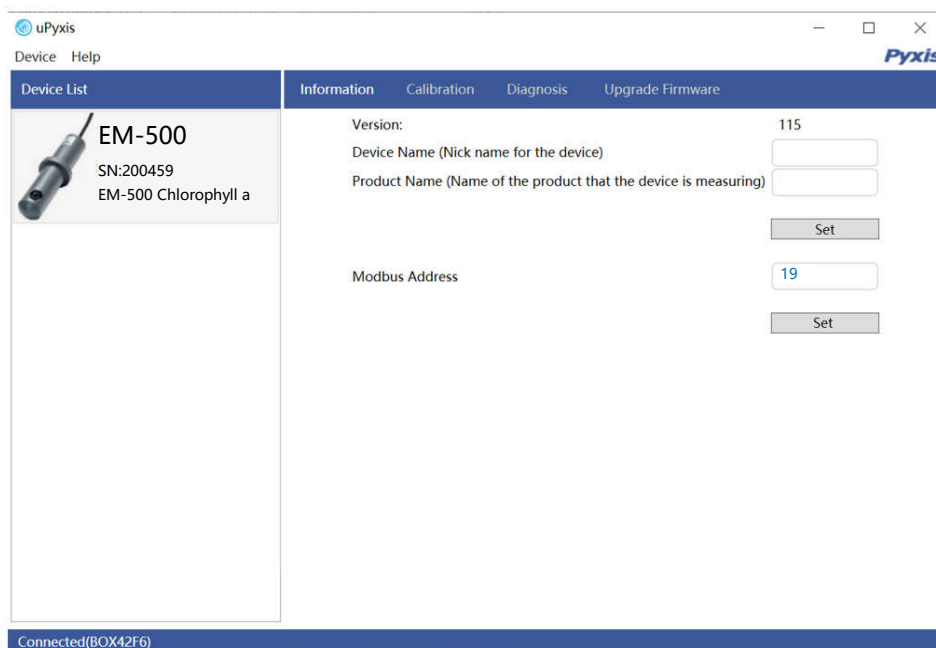

图 4-10 电脑版探头信息
5. 建立连接后，EM-500 系列探头系列号和当前的溶液中水中藻类读数显示在信息页面的左侧（图 4-10）。在此页面中，可以看到探头名称，探头的 Modbus 地址可以更改。